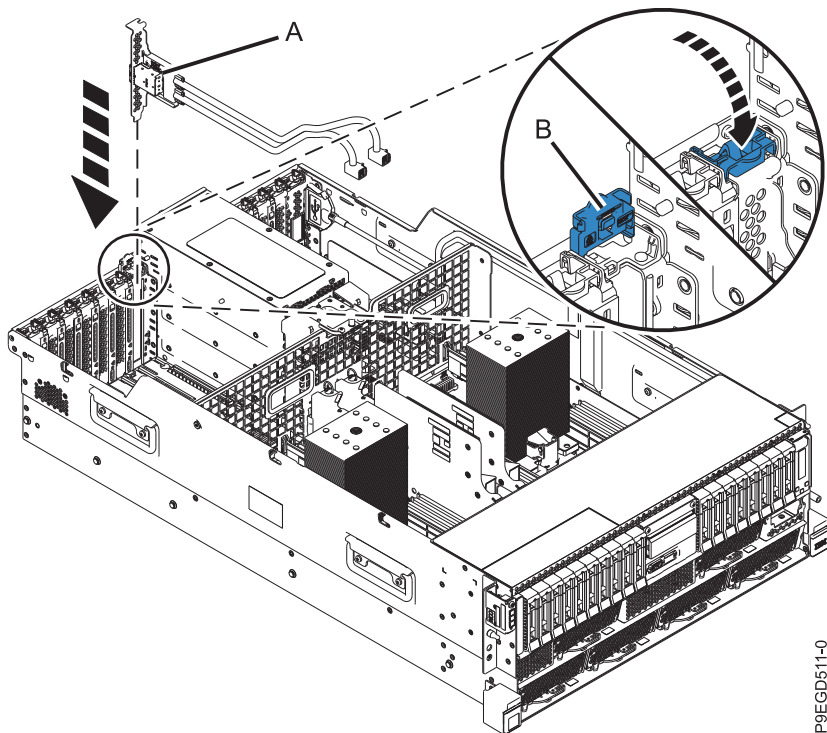

Figura 6. Instal·lació de l'adaptador del cable posterior SAS
2. Substituïu el cable posterior SAS (A) a la ranura de l'adaptador PCI P1-C6. Tanqueu el pestell de la peça de retenció de l'adaptador PCI (B), tal com es mostra a Figura 6 a la pàgina 8.